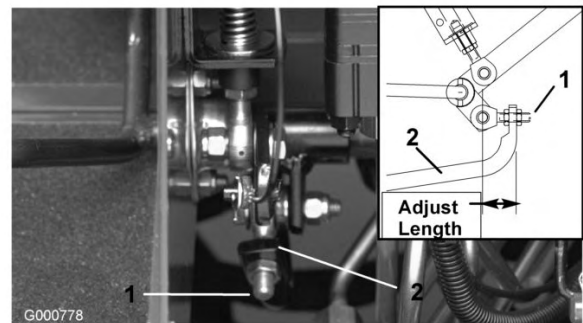

Bild 71
4. Stellen Sie die Bundmutter am Pumpenstangenende ein, um die Pumpensteuerungsstange nach vorne zu verschieben, um ein Verschieben nach vorne zu vermeiden, oder um die Pumpensteuerungsstange nach hinten zu verschieben, um ein Verschieben nach hinten zu vermeiden (Bild 71).